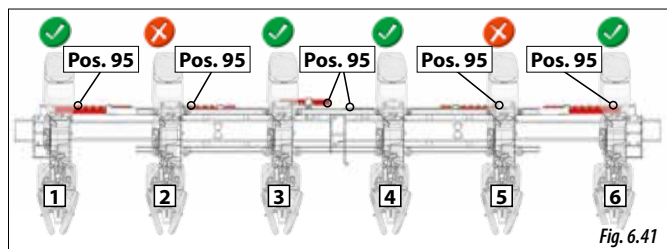

Fig. 6.41
- 1- Exclueți elementele 2 și 5 (Fig. 6.41), a se vedea alineatul 6.7 EXCLUDEREA UNUI ELEMENT DE SEMĂNAT.